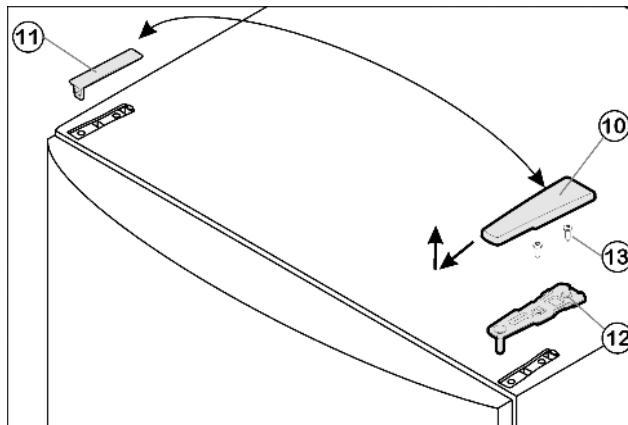

Fig. 5
- ▶ Потяните крышку Fig. 5 (10) вперед и вверх.
- ▶ Снимите крышку Fig. 5 (11).
- ▶ Открутите верхний опорный кронштейн Fig. 5 (12) (2 шт. Torx® 25) Fig. 5 (13) и вытяните вверх.
- ▶ Установите верхний опорный кронштейн Fig. 5 (12) на новой стороне шарнира и защелкните в дверце.
- ▶ Прикрутите верхний опорный кронштейн Fig. 5 (12) (**с моментом 4 Нм**) (2 шт. Torx® 25) Fig. 5 (13). При необходимости проделайте отверстия или используйте аккумуляторную отвертку.
- ▶ Защёлкните крышку Fig. 5 (10) и крышку Fig. 5 (11) на противоположной стороне.